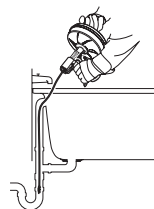

Figure 5
- Trop-plein de baignoire: Retirez la plaque du trop-plein ainsi que le mécanisme interne (Figure 5).